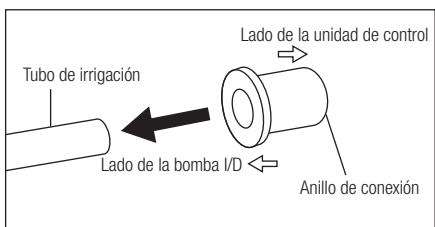

Fig.35
- 6) Monte el anillo de conexión en la nueva bomba de irrigación. Cuidadosamente en la dirección del anillo. (Fig. 35)